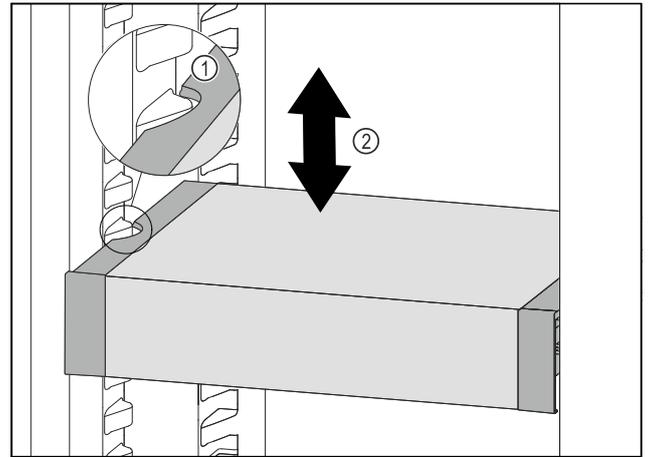

Fig. 88
- ▶ VarioSafe nach vorne ziehen, bis sich die seitlichen Aussparungen des VarioSafes auf Höhe der Behälterrippe im Kühlteil befinden. Fig. 88 (1)
- ▶ VarioSafe im Kühlteil nach oben oder unten bewegen, bis gewünschte Höhe erreicht ist. Fig. 88 (2)